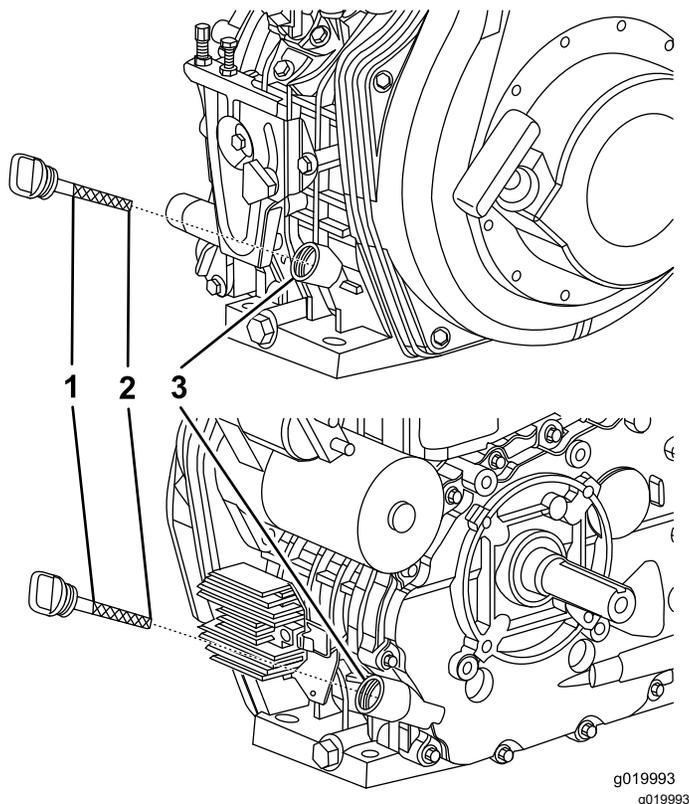

Figure 36
1. Sortez la jauge (Figure 36) et versez lentement de l'huile dans l'orifice de remplissage jusqu'à ce que le niveau se situe entre les repères supérieur et inférieur sur la jauge.